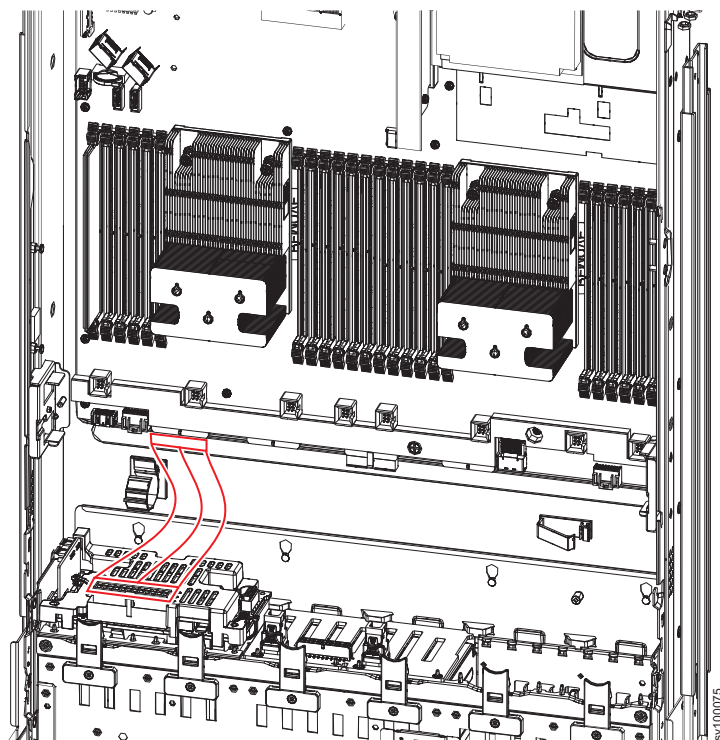

图 111. 2145-SV1 电池底板电源线
5. 将电池底板电源线连接到主板（如果需要），如图 111 中所示。